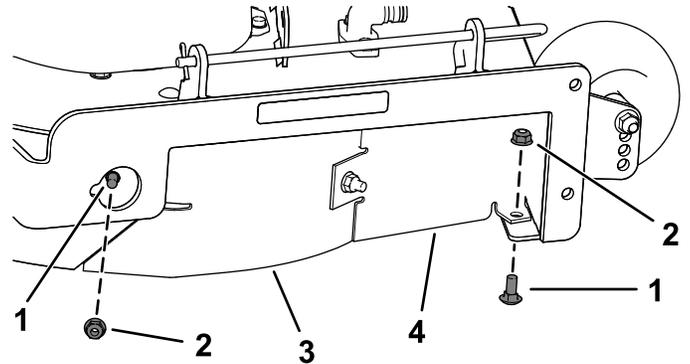

Figure 29
7. Retirez les 2 boulons de carrosserie (5/16 x 3/4 po) et les 2 contre-écrous (5/16 po) qui fixent le déflecteur droit et sa protection au plateau de coupe (Figure 29).